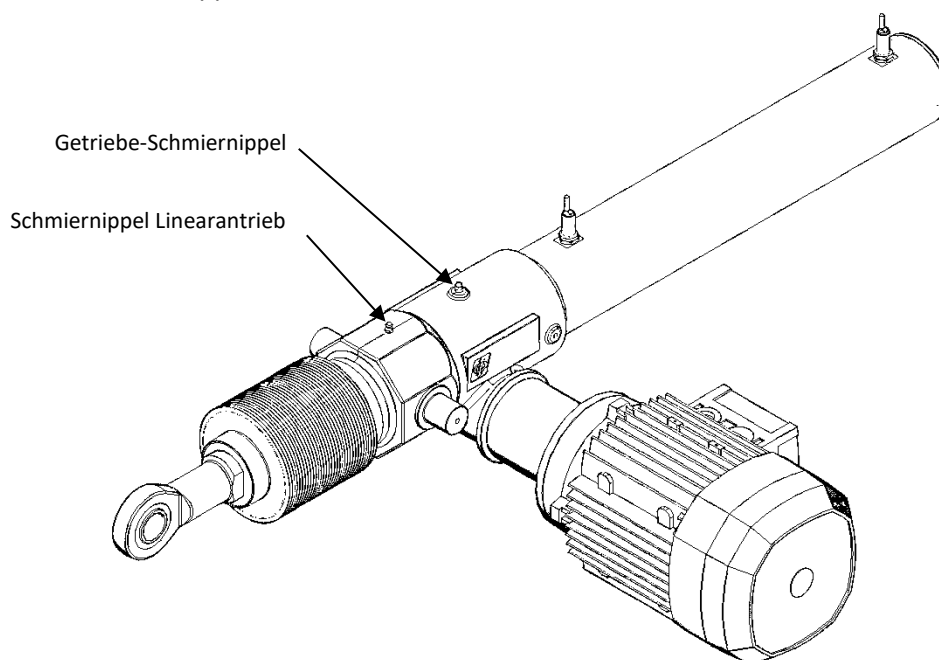

Abbildung 9.2 – Schmierung TMA-Linearantrieb
- ⚠ Schmieren Sie den Linearantrieb wie in Abb. 9.2 dargestellt erneut an den entsprechenden Schmiernippeln.
- Schmieren Sie das Getriebe wie in Abb. 9.2 dargestellt erneut an den entsprechenden Schmiernippeln.